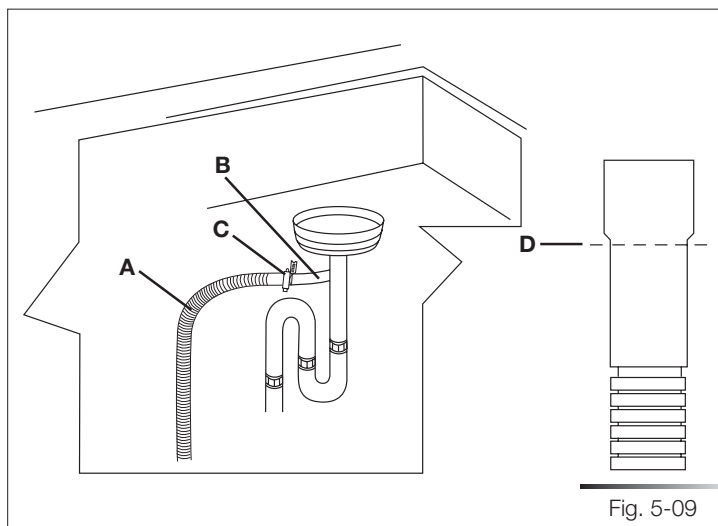

Fig. 5-09
1. Conecte el tubo de evacuación del lavavajillas (ref. A fig. 5-09) al empalme en "T" (ref. B fig. 5-09) del circuito de evacuación mediante una abrazadera de destornillador\* (ref. C fig. 5-09) de 38 a 50 mm (de 1-1/2 a 2"); si es necesario, corte el extremo del tubo de evacuación del lavavajillas (ref. D fig. 5-09) (no corte la sección ondulada).